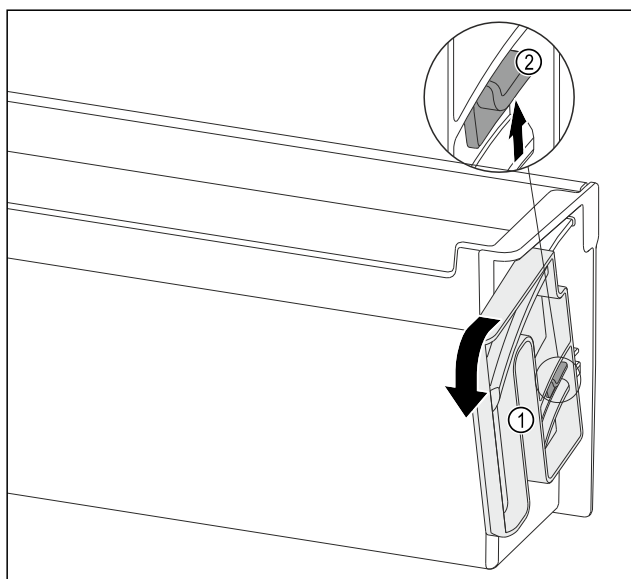

Fig. 120
- Tourner l'unité de rotation Fig. 120 (1) dans le sens indiqué jusqu'en butée.
- Pousser la languette Fig. 120 (2) vers le haut et retirer l'unité de rotation Fig. 120 (1).